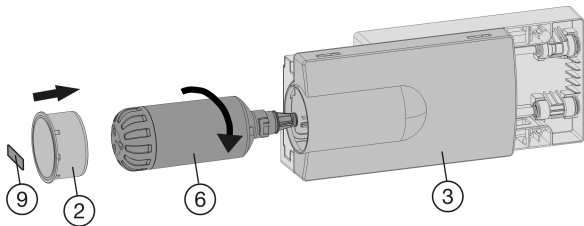

Fig. 59
- ▶ Mettre le couvercle du tiroir Fig. 59 (3) en place.
- ▶ Mettre le filtre à eau Fig. 59 (6) en place et le tourner d'env. 100° vers la droite jusqu'à la butée.
- ▶ Poser le couvercle du filtre Fig. 59 (2).
- ▶ Incrire la date du dernier remplacement sur l'autocolant fourni Fig. 59 (9) puis le coller sur le module.